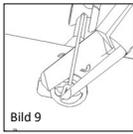

Bild 9
■ **Bild 9** Slutligen skärs skaftet av vid huvudplattan med avbitartången (REF 8000 171) (Bild 9). Det stift som därvid återstår på huvudplattan stöder senare fixeringen av transplantatet mellan huvudplatta och trumhinna och förebygger en postoperativ dislokation. Stiftets längd kan varieras men bör dock motsvara det avsedda transplantatets tjocklek.